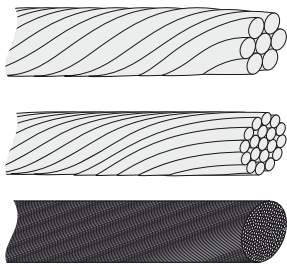

Figura 2. 18 Cavi con conduttori diversi (dall'alto verso il basso): unifilare, multifilare, finofilare e extrafinofilare
Sul cavo CA, spelare tutti e 4 fili. Il conduttore di protezione (PE) deve essere più lungo dei conduttori di rete. Vedere figura 2. 17.